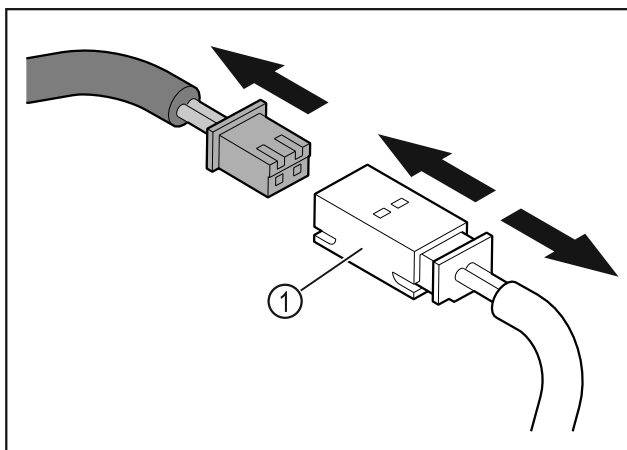

Fig. 9
- Rozłączyć wtyczkę i złącze wtykowe Fig. 9 (1).